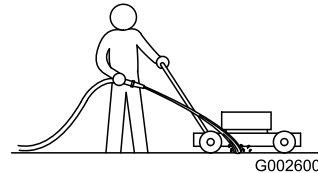

Figura 18
3. Cu motorul pornit și lama cuplată, direcționați un jet de apă în fața roii **dreapta**, spate (Figura 18).